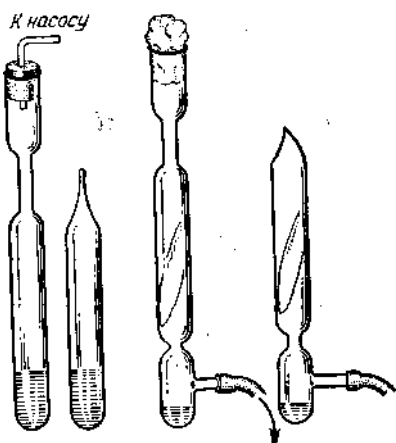

Рис. 5 – Пробирки для культивирования анаэробов
**Физические методы.** Удаление кислорода из жидкой или плотной питательной среды непосредственно перед засевом культуры достигается кипячением или прогреванием пробирок на кипящей водяной бане в течение 15—20 мин и быстрым охлаждением под струей холодной воды. После засева поверхность среды, разлитой высоким слоем, заливают слоем стерильной смеси вазелинового масла и парафина. Культивирование анаэробов можно вести в специальных пробирках (рис.5), из которых после засева откачивают воздух с помощью вакуум-насоса. Пробирки с культурами анаэробных микроорганизмов, предназначенные для хранения, запаивают в узком месте.